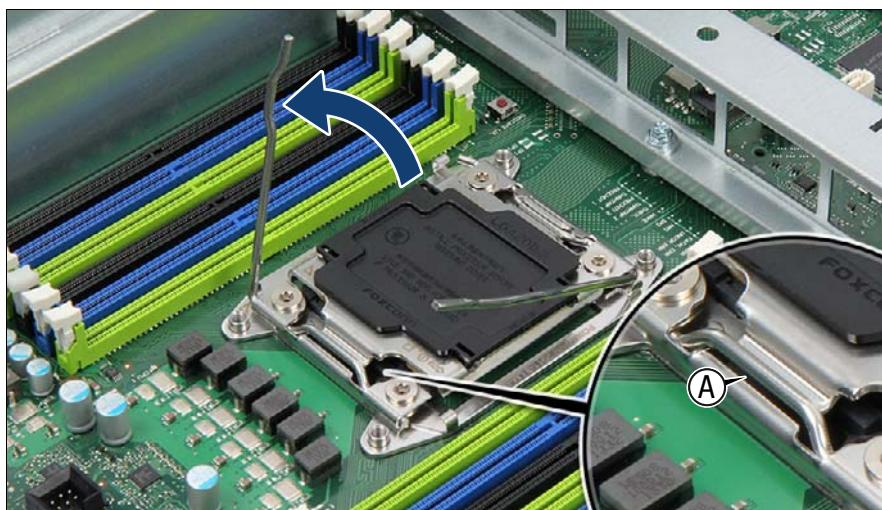

図 270: ロードプレートを閉じる (B)
- ▶ *Close 1st* と印の付いたソケットリリースレバーを後ろに倒して、レバーのハンドルをロードプレートのラッチに引っかけます（図 270 を参照）。